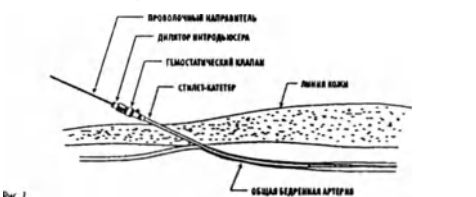

Рис. 2
6. Поместите конический конец дилатора интродьюсера над проволочным направлятелем и продвиньте интродьюсер вращательным движением в просвет артерии. (См. рис. 2)